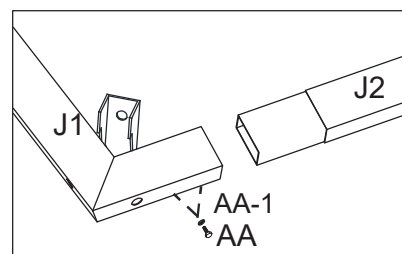

Figure 7-1
7.1. Connecter le cadre supérieur (J1) et le tube de raccordement supérieur (J2) avec les boulons (AA) et les rondelles (AA-1). Voir la figure 7-1.